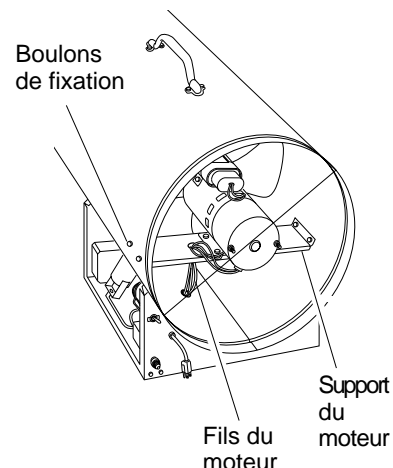

Figure 7 - Emplacement du ventilateur et du moteur
20. Passer les fils du moteur dans le trou du fond du corps de l'appareil (voir la figure 7, page 7).